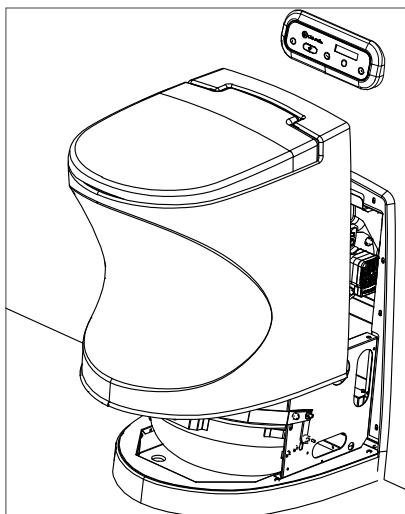

Bild 4
2. Dra ut toaletthöljet från fästet på bakre väggen. Det går enklare att dra ut höljet om du håller fingrarna runt "knoppparna" (bild 4).